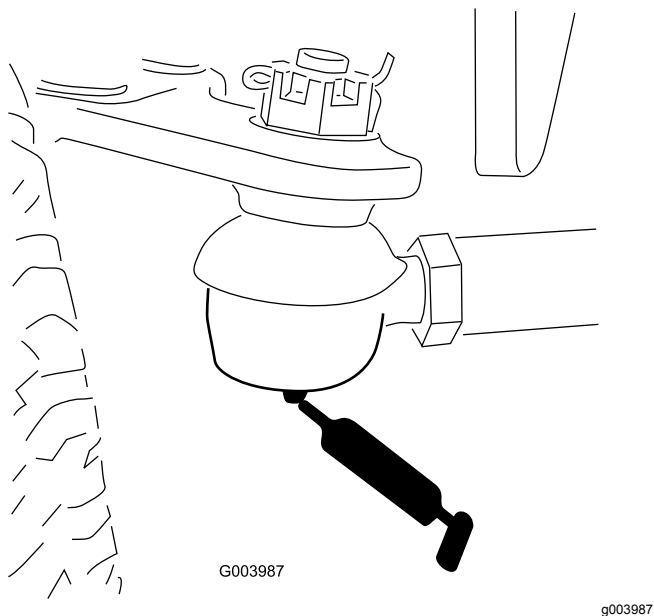

Figura 49
- Tirante del eje trasero (2) (Figura 49)